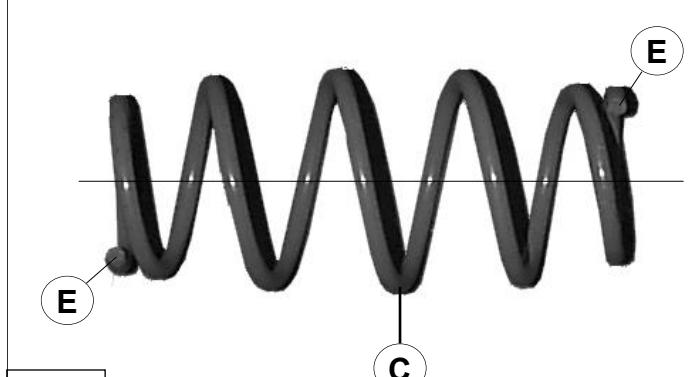

fig.3.
7. Poser la coupelle de ressort **B** sur le bras de suspension, serrer la languette **L** avec l'intermédiaire de l'écrou **F**.Voir fig.3.